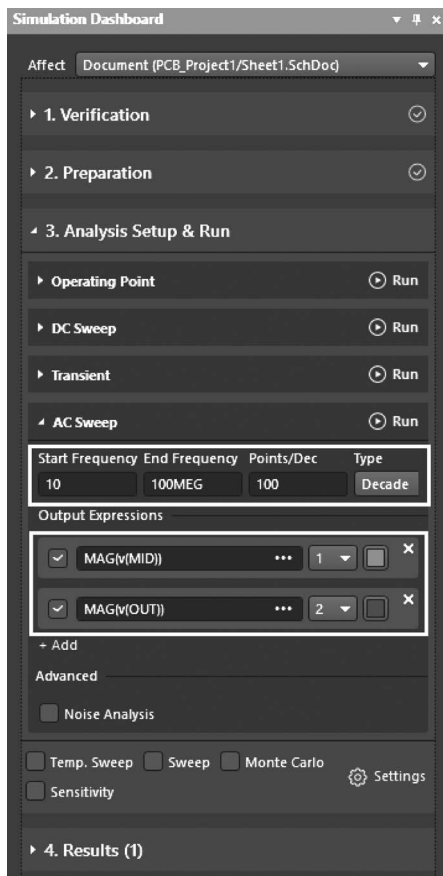

图 3-41 设置交流分析参数
- (1) 在 AD 软件主界面菜单下选择 Simulate→Simulation Dashboard 命令。
- (2) 打开如图 3-41 所示的 Simulation Dashboard 界面,按下面参数设置：